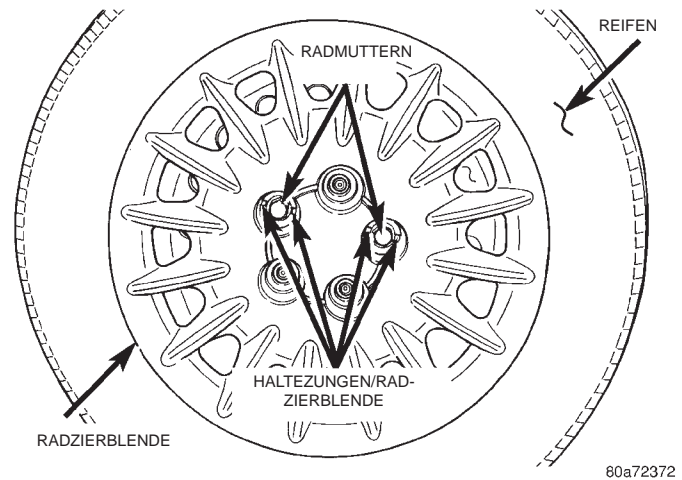

Abb. 17 Haltezungen der Radzierblende
(2) Die Radzierblende in der Mitte fassen und in gerader Linie von der Felge wegziehen. Dabei werden die Haltezungen der Radzierblende (Abb. 17) über